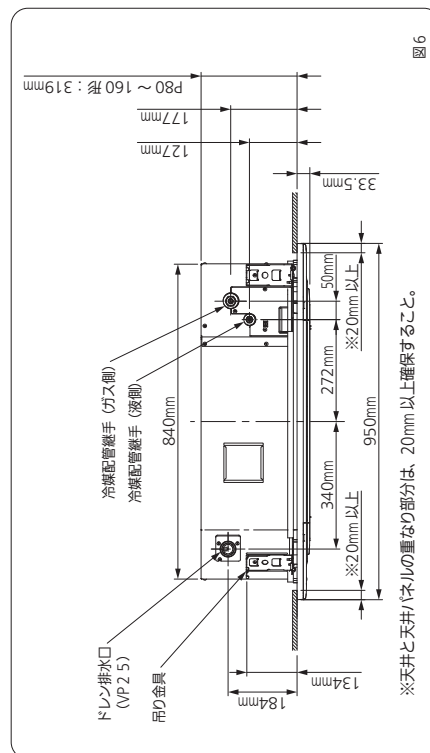

図6
4. 据付原寸図（梱包箱に印刷）で吊りボルトのピッチを出してください。吊り金具と本体およびパネルとの位置関係は下図（図6）の通りです。